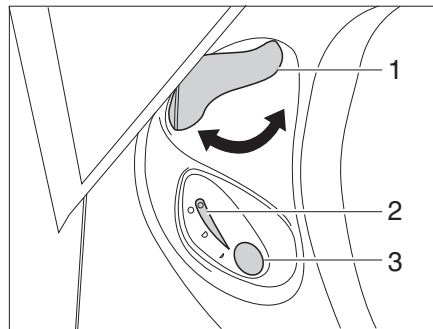

Fig. 143 Unidad de mando inodoro Thetford
- Antes del lavado, abrir la corredera del inodoro Thetford. Para ello, girar la palanca de corredera (Fig. 143,1) en sentido contrario a las agujas del reloj.
- Para lavar, pulsar el botón de lavado azul (Fig. 143,3).
- Tras el lavado, cerrar la corredera. Para ello, girar la palanca de corredera (Fig. 143,1) en sentido de las agujas del reloj.
La luz de control (Fig. 143,2) se enciende cuando es necesario vaciar el cassette Thetford.
- Girar la palanca de corredera (Fig. 143,1) en sentido de las agujas del reloj. Se cierra la corredera. Para el vaciado **debe** estar cerrada la corredera en el inodoro Thetford.